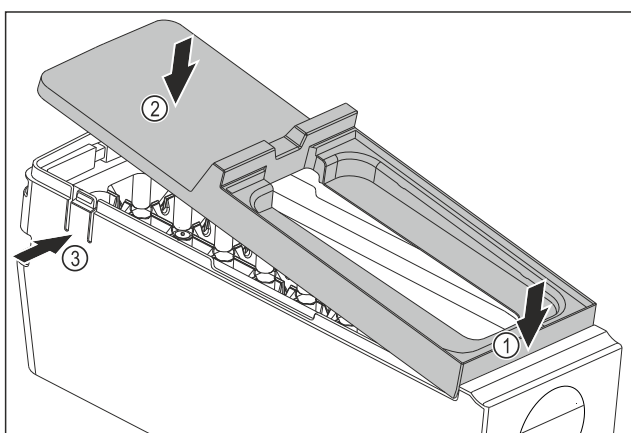

Fig. 115
- ▶ Montirajte poklopac tijela sustava EasyTwist-Ice: Postavite poklopac sprijeda. Fig. 115 (1)
- ▶ Spustite poklopac straga. Fig. 115 (2)
- ▷ Poklopac će se čujno uglaviti u oba jezička Fig. 115 (3).